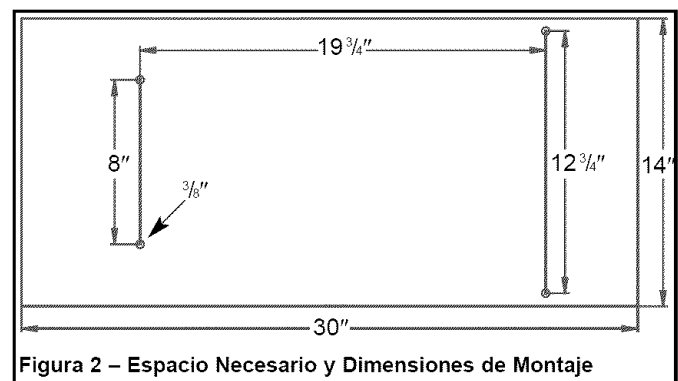

Figura 2 – Espacio Necesario y Dimensiones de Montaje
- La base de la sierra de calar tiene cuatro orificios de montaje (consulte la Figura 2 para las dimensiones y los espacios necesarios).